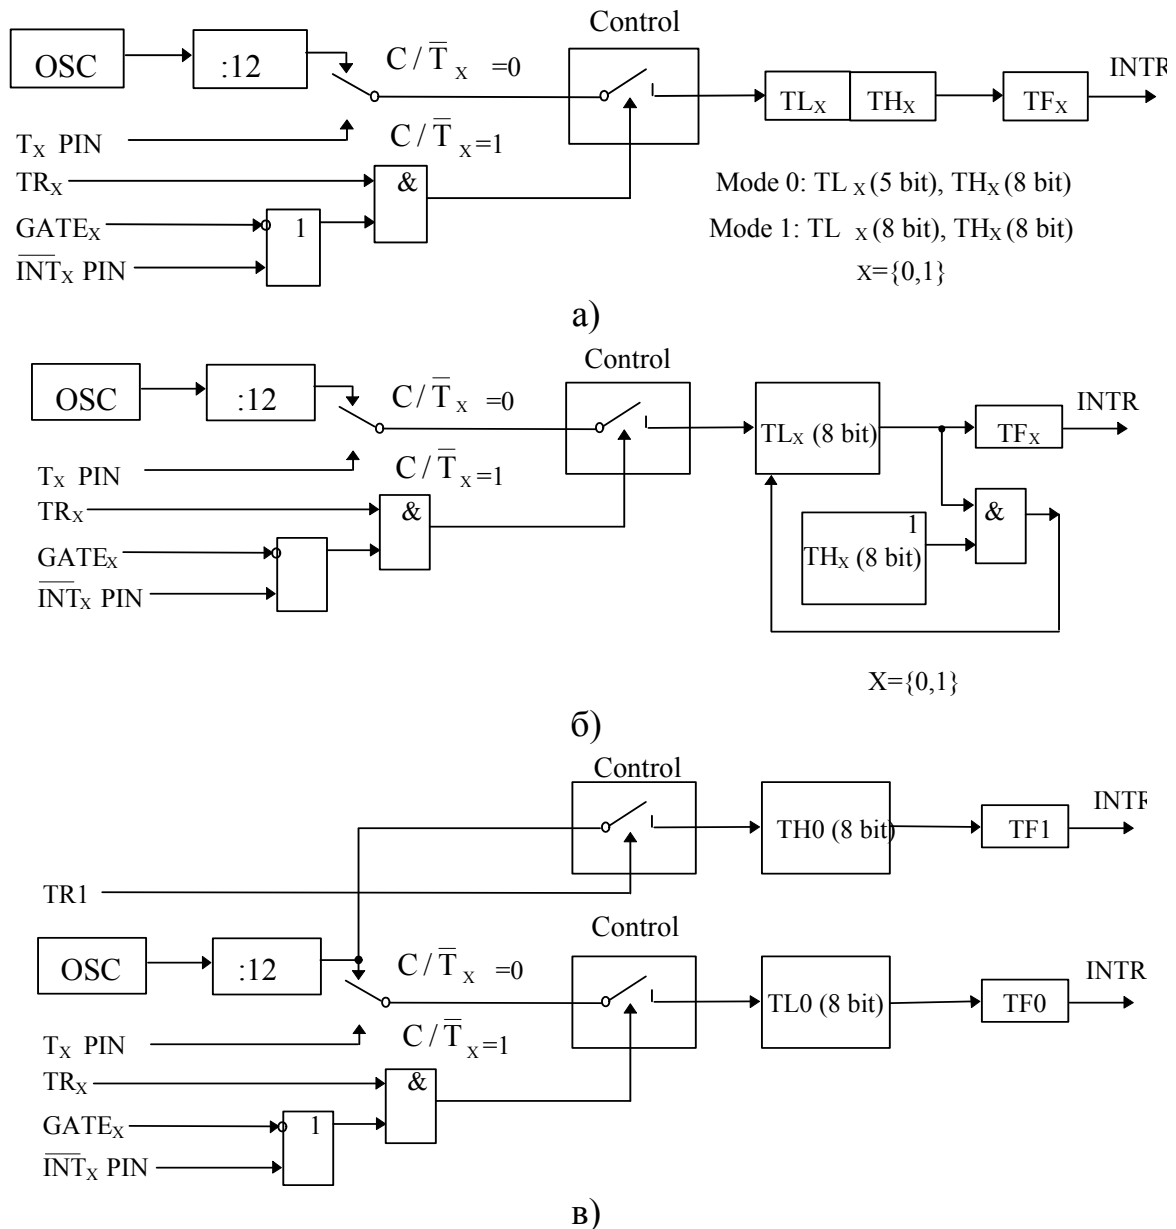

Рис. 12. Таймеры/счётчики T/C0 и T/C1 в режимах 0, 1, 2 и 3:
- **Режим 0.** Перевод любого T/C в режим 0 делает его похожим на таймер – восьми битный счетчик, к входу которого подключен 5-битный делитель частоты на 32. Работу T/C в режиме 0 на примере T/C1 иллюстрирует рис. 12,а. В этом режиме таймерный регистр имеет разрядность 13 бит. При переходе из состояния "все единицы" в состояние "все нули" устанавливается флаг прерывания от таймера TF1. Входной синхросигнал таймера 1 разрешен (поступает на вход T/C1), когда управляющий бит TR1 установлен в 1 либо управляющий бит GATE (блокировка) равен 0, либо на внешний вывод запроса прерывания INT1 поступает уровень 1. Отметим попутно, что установка бита GATE в 1 позволяет использовать таймер для измерения длительности импульсного сигнала подаваемого на вход запроса прерывания.
- **Режим 2.** В этом режиме работа организована таким образом, что переполнение (переход из состояния "все единицы" в состояние, "все нули") 8-битного счетчика TL1 приводит не только к установке флага TF1 (см. рис. 12,б), но и автоматически перезагружает в TL1 содержимое старшего байта (ТН 1) таймерного регистра, которое предварительно было задано программным путем. Перегрузка оставляет содержимое ТН1 неизменным. В режиме 2 T/C0 и T/C1 также работают совершенно одинаково.
- **Режим 3.** В режиме 3 T/C0 и T/C1 работают по-разному. T/C1 сохраняет неизменным свое текущее содержимое. Иными словами, эффект такой же как и при сбросе управляющего бита TR1 в 0. Работу T/C0 иллюстрирует рис. 12,в. В режиме 3 TL0 и ТН0 функционируют как два независимых 8-битных счетчика. Работу TL0 определяют управляющие биты T/C0 (C/T, GATE TR0), входной сигнал INT0 и флаг переполнения TF0. Работу ТН0, который может выполнять только функции таймера (подсчёт машинных циклов микро-ЭВМ), определяет управляющий бит TR1. При этом ТН0 использует флаг переполнения TF1. Режим 3 используется в тех случаях, когда требуется наличие дополнительного восьми битного таймера или счетчика событий. Можно считать, что в этом режиме микро-ЭВМ 8051 имеет в своем составе три таймера/счетчика. В случае же, если T/C0 используется в